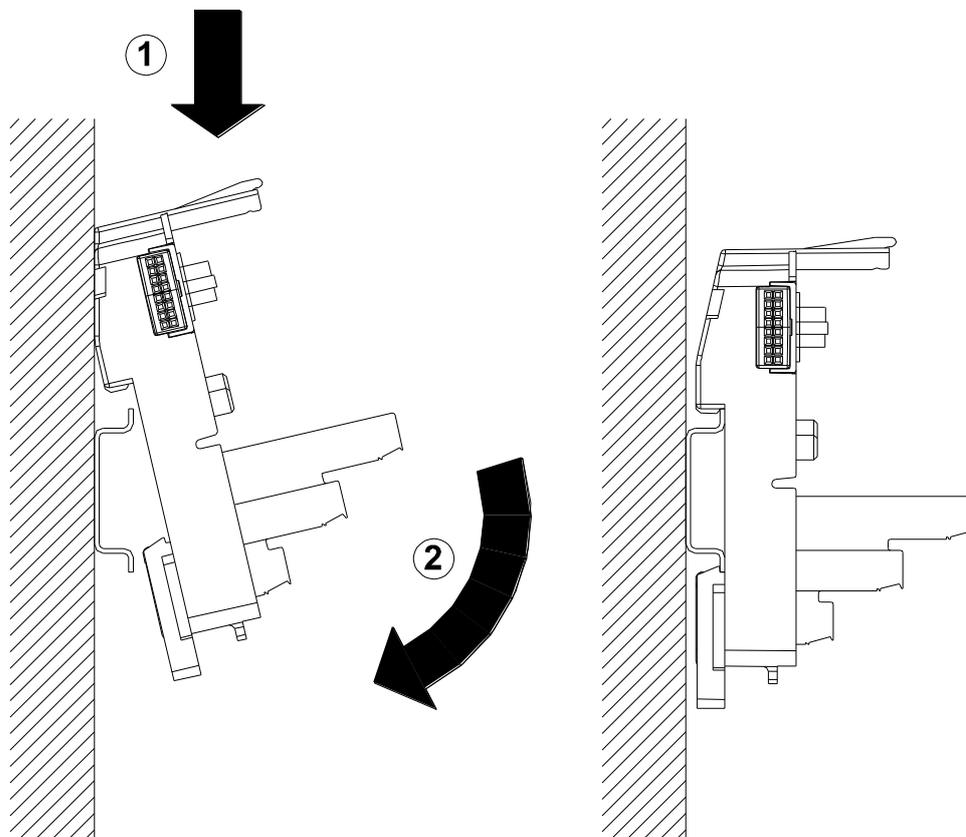

Figura 6-1 Instalação da Base
1. Encostar a base na superfície do painel de montagem, conforme Figura 6-1.